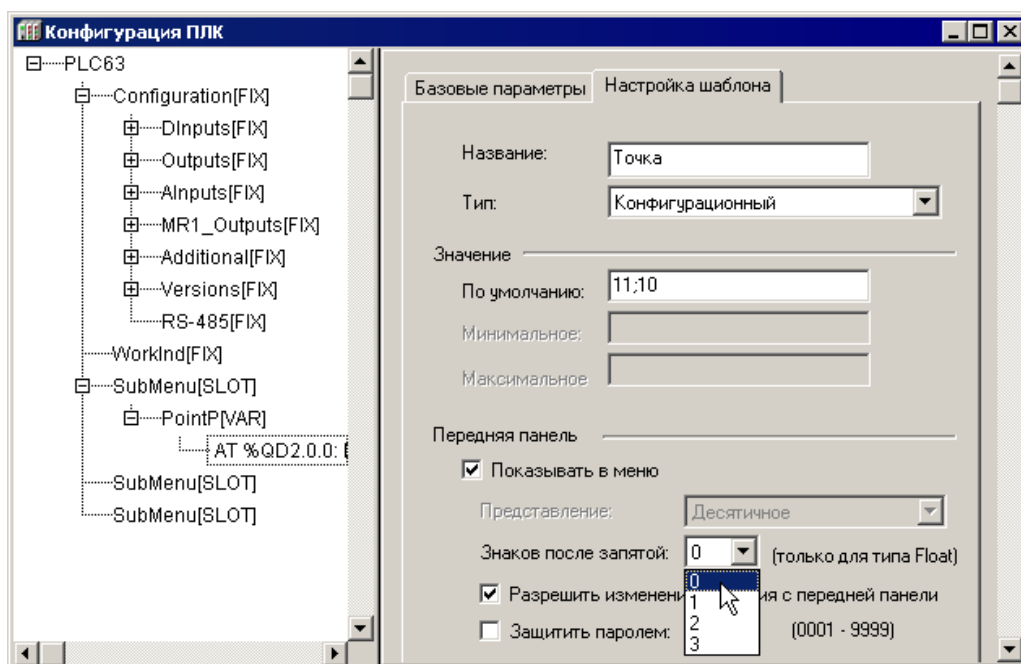

Рисунок 7.25 – Формат значения параметра «PointP»
- «**PointP**» – подэлемент задает точку графика – соотношение значений переменных (X и Y). Добавив требуемое количество подэлементов, можно определить зависимость (график)  $Y=f(X)$ . Значение вводится в поле «Значение / По умолчанию» в формате: «Координата X; Координата Y». Диапазон задания координат X и Y от минус 3276.7 до 3276.7. Модуль имеет канал типа DWord имеющий формат: 4-х байтовое поле, в котором первые 2 байта – это значение координаты Y, вторые два байта – координаты X, значения которых умножено на 10 в степени, заданной параметром «Знаков после запятой» (см. рисунок 7.25).